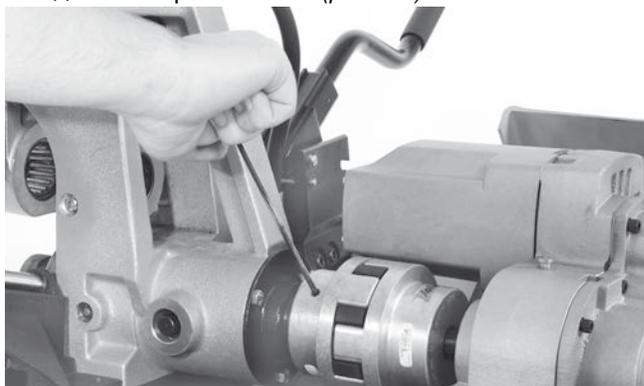

Рис. 24 - Открутите два винта на соединении коробки передач.
- С помощью 3/16-дюймового шестигранного ключа открутите два винта на передней половине соединения трансмиссии (рис. 24).
3. С помощью $\frac{3}{16}$ -дюймового шестигранного ключа открутите два винта на передней половине соединения трансмиссии (рис. 24).